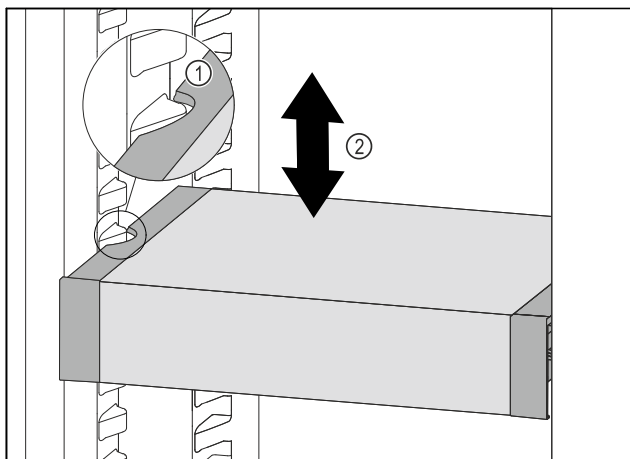

Fig. 100
- Táhněte VarioSafe dopředu, dokud nebudou boční vybrání VarioSafe na úrovni žebrování na nádoby v chladničce. Fig. 100 (1)
- Posouvejte VarioSafe v chladničce nahoru nebo dolů, dokud nedosáhnete požadované výšky. Fig. 100 (2)